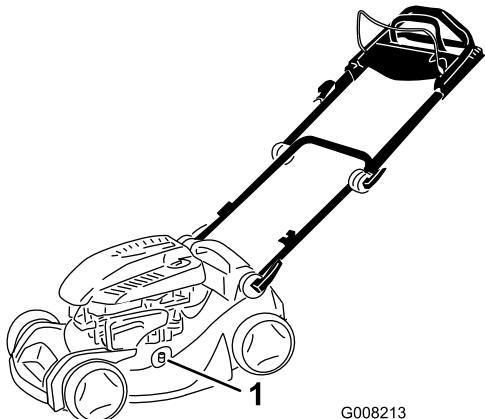

Bild 31
4. Befestigen Sie einen Gartenschlauch, der an einen Wasserhahn angeschlossen ist, am Spülanschluss am Rasenmähergehäuse (Bild 31).